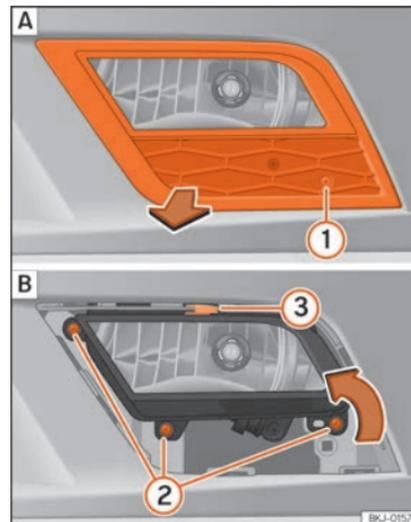
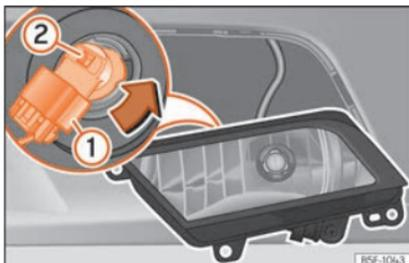

Abb. 96 Nebelscheinwerfer: Blende herausziehen.
Abb. 97 Nebelscheinwerfer: Lampenträger ausbauen.
- Entfernen Sie die Schraube »» **Abb. 96 ①** mit einem Schraubendreher aus dem Gitter des Nebelscheinwerfers.
- Entfernen Sie die 3 Schrauben **②**.
- Ziehen Sie die Metallklammer an der Oberseite des Nebelscheinwerfers zur Außenseite des Fahrzeuges ab **③** und entfernen Sie den Nebelscheinwerfer.
- Ziehen Sie den Stecker »» **Abb. 97 ①** von der Lampe ab.
- Drehen Sie den Lampenträger »» **Abb. 97 ②** nach links und ziehen Sie.